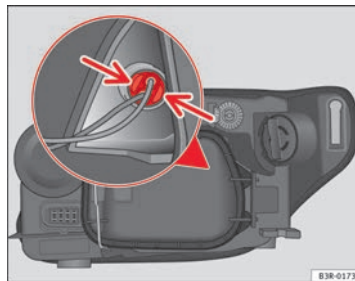

Abb. 210 Standlicht
- Leichten Druck auf die Laschen des Lampenträgers → Abb. 210 ausüben und zum Deckel hin ziehen (kann auch durch Ziehen an den Kabeln des Lampenträgers entnommen werden).